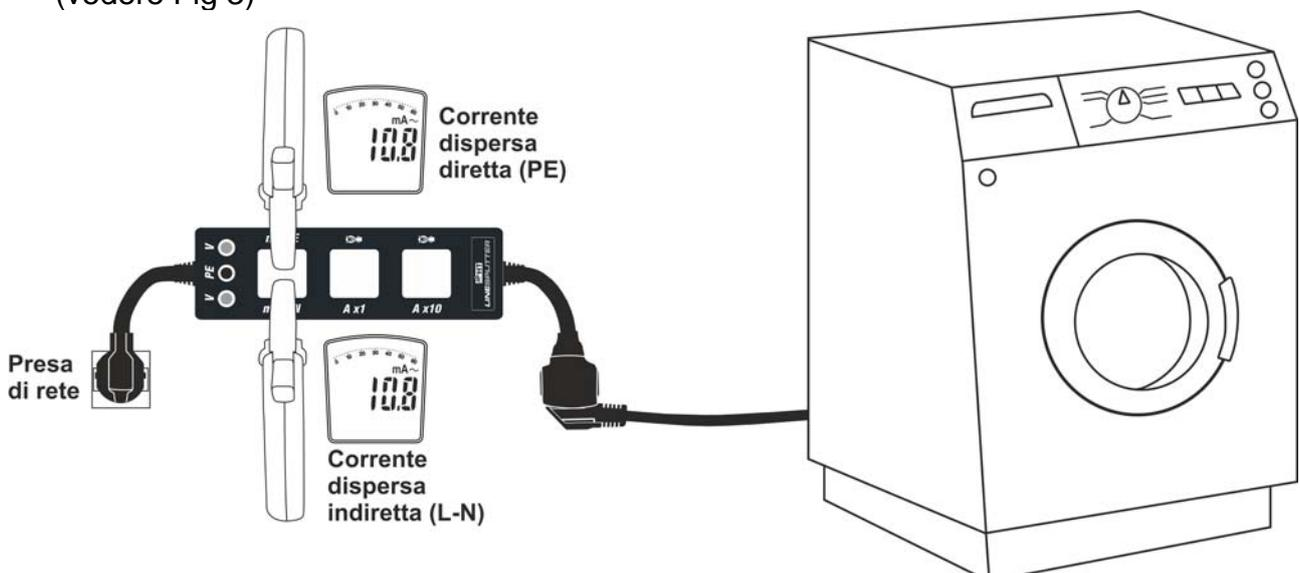

Fig 3: Uso dello strumento per misura corrente di dispersione
4. Leggere il valore diretto (sul conduttore PE) della corrente dispersa nell'anello mA PE oppure il valore differenziale (sui cavi L-N) della corrente dispersa nell'anello mA L-N (vedere Fig 3)